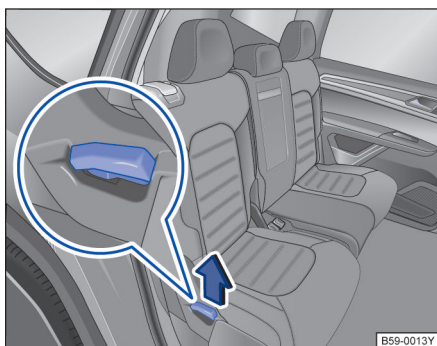

图 109 第二排座椅。将后座椅向前翻折。
- 将物品从后座椅前后的脚部空间移除→ ①。
- 将锁止把手→ 图 109 往上拉起并将后座椅靠背向前翻折。整个后座椅往前翻折→ ⚠️